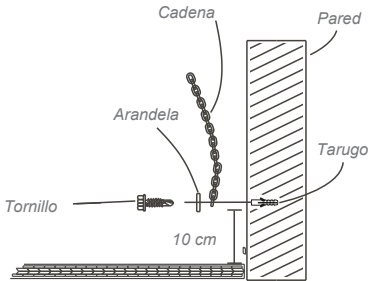

Figura 1
3. Perfore con rotomartillo utilizando una broca para concreto de 6 mm dando una profundidad de 45 mm y coloque el tarugo (figura 1).
4. Inserte en el tornillo la arandela y un extremo de la cadena y atornille (figura 1).